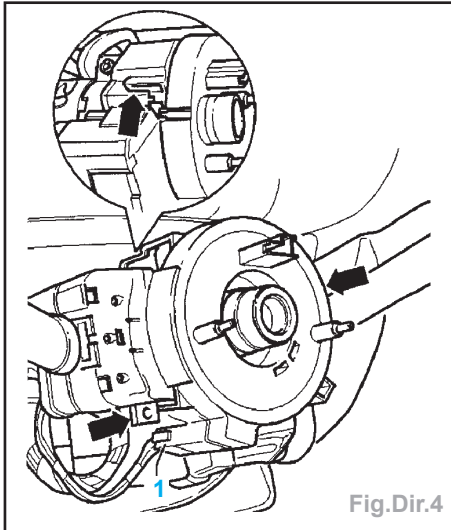

Fig.Dir.4
- Débrancher le connecteur (1) (Fig.Dir.4).